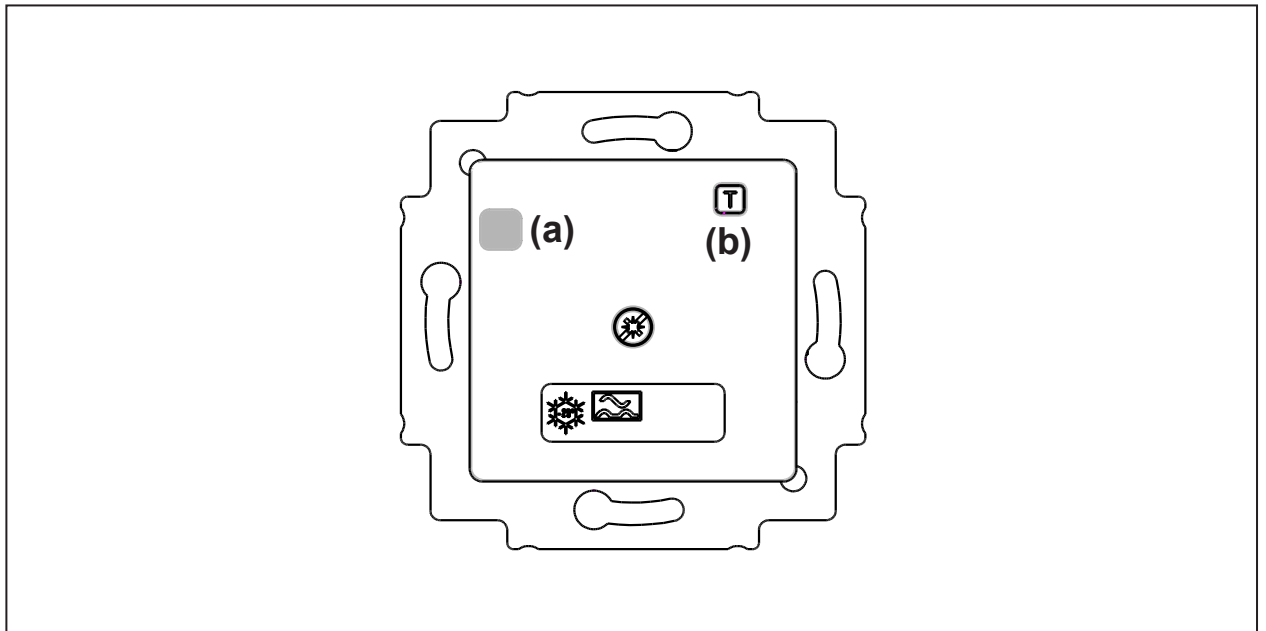

Bild 1
- Drucktaster ((a), Bild 1) drücken.
- FI-Schutzschalter mit Drucktaster ((a), Bild 1) einschalten.
- Testtaste **T** drücken ((b), Bild 1).